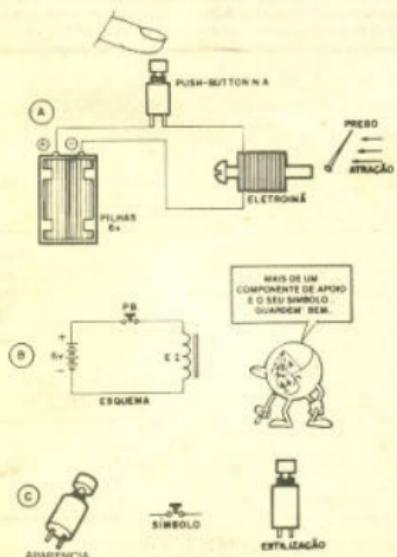

Fig. 10'
- FIG. 10-A - Uma vez concluído o nosso ELETROIMÁ, interligue-o a um suporte contendo 4 pilhas pequenas, intercalando, num dos fios (não importa qual, no caso...) um interruptor de pressão (push-button), conforme mostra a figura. Pressionando brevemente o "botão" do interruptor (este é uma chave que apenas fica "ligada" ou "fechada" enquanto o dedo do operador mantiver a pressão sobre o "botão" ...), a corrente fornecida pelas pilhas circulará pela bobina, magnetizando o núcleo (parafuso de ferro). É fácil comprovar a "recém criada" propriedade magnética do núcleo (parafuso), bastando aproximar de uma de suas extremidades, pregos ou alfinetes de ferro ou outro material ferroso. Estes serão fortemente atraídos pelo nosso eletroimá! Liberando-se o botão do interruptor, cessa a corrente através da bobina e deixa de existir a força magnética que atraía os pregos ou alfinetes. Comprove...
- FIG. 10-B - Diagrama esquemático do arranjo experimental da figura anterior (10-A). O símbolo das pilhas nós já aprendemos em "Aulas" ante-
- FIG. 10-C - Ai está o tal **push-button**, em aparência, símbolo e estilização (maneira simplificada de desenhar a peça nos "chapeados", adotada pelos autores de ABC). Conforme já mencionamos, trata-se de um simples interruptor ou chave do tipo "momentâneo", ou seja: está normalmente desligado, ou aberto (daí a codificação do seu tipo, como "N.O.", que quer dizer, justamente, "Normalmente Aberto"). Quando se aperta o dedo sobre o botão, internamente uma mola permite o contato de duas partes metálicas ligadas aos terminais externos, proporcionando assim um percurso livre para a corrente... Soltando-se o botão, a corrente é automaticamente interrompida, pois desfaz-se o contato elétrico interno...